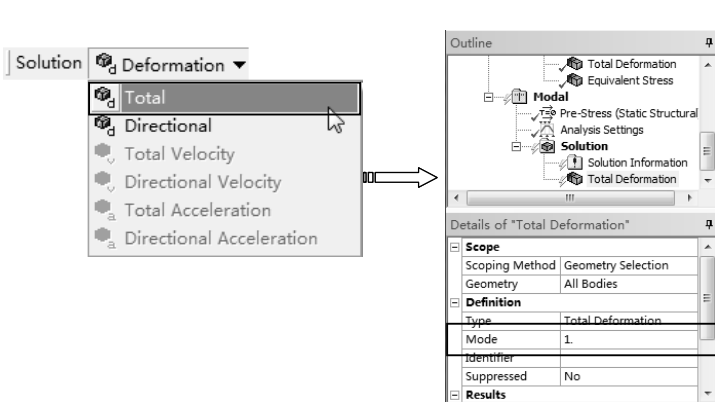

图 12-37 设置求解模态变形
2) 在【Outline (分析树)】中选择【Solution (C6)】节点，单击【Solution】工具栏上的【Deformation】|【Total】命令，此时在分析树中插入【Total Deformation】项，如图 12-37 所示。